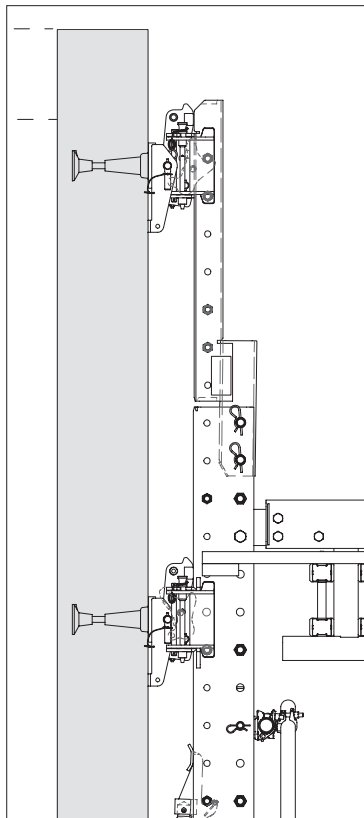

Fig. D6.15
4. Continuare con il processo di ripresa fino a quando la prolunga della guida di ripresa (7) si infila nel dispositivo di sospensione. (Fig. D6.15)